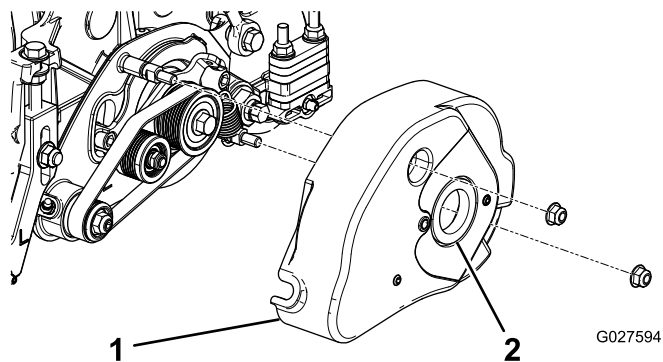

Рисунок 4
- Установите крышку механической щетки и закрепите ее 2 фланцевыми гайками, снятыми ранее (Рисунок 4).
- Нанесите консистентную смазку на внутренний диаметр втулки в крышке щетки (Рисунок 4).